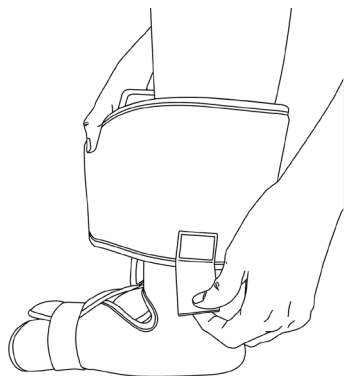

Abb. 13
5. Fügen Sie die Verlängerungen des Textil-Innenschuhs mit Hilfe der drei Klettverschlüsse hinzu (Abb. 13 und 14).